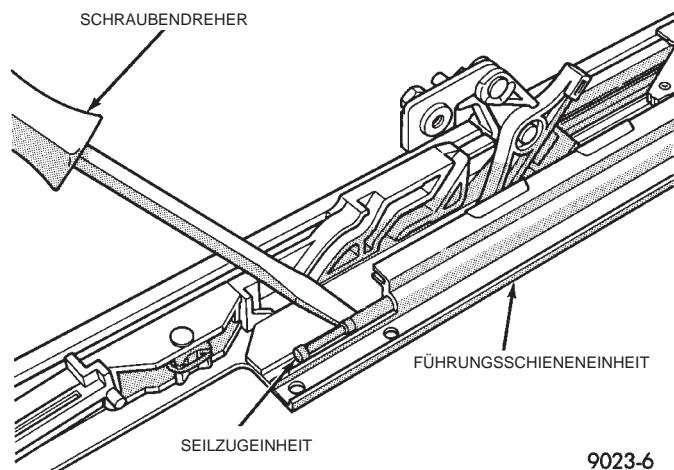

Abb. 10 Antriebsseilzüge
- (1) Schiebedach in Belüftungsstellung bringen.
- (2) Dachauskleidung, Windabweiser, die Abdeckungen des Schiebedachmechanismus, das Glasdach, die seitlichen Einstellhalterungen, den Elektromotor und die Stellungsfühler der Antriebsseilzüge ausbauen.
- (3) Seilzug aus der Seilzughalterung aushängen und nach vorn aus der Einheit herausziehen (Abb. 10).